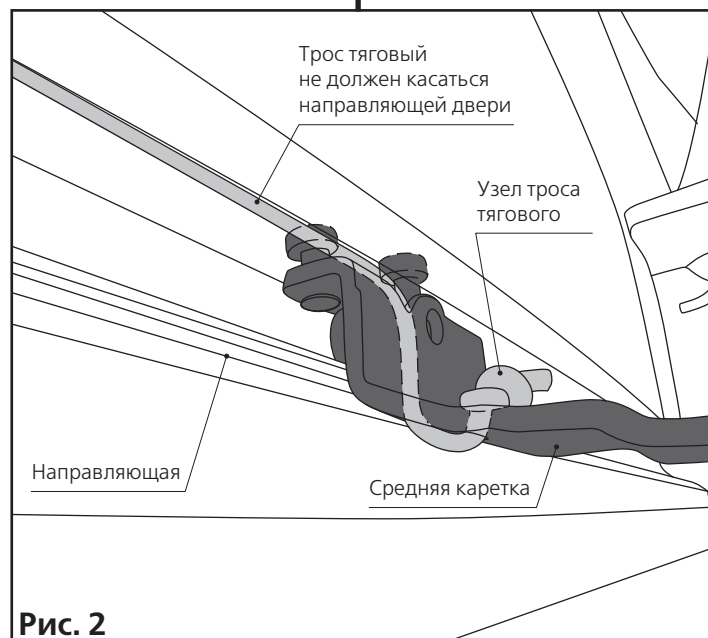

Рис. 2
4.1.4 Закрепите трос тяговый на каретке при помощи узла троса тягового (рис. 2).
4.1.5 Обогните тросом тяговым ось ролика каретки (рис. 2).